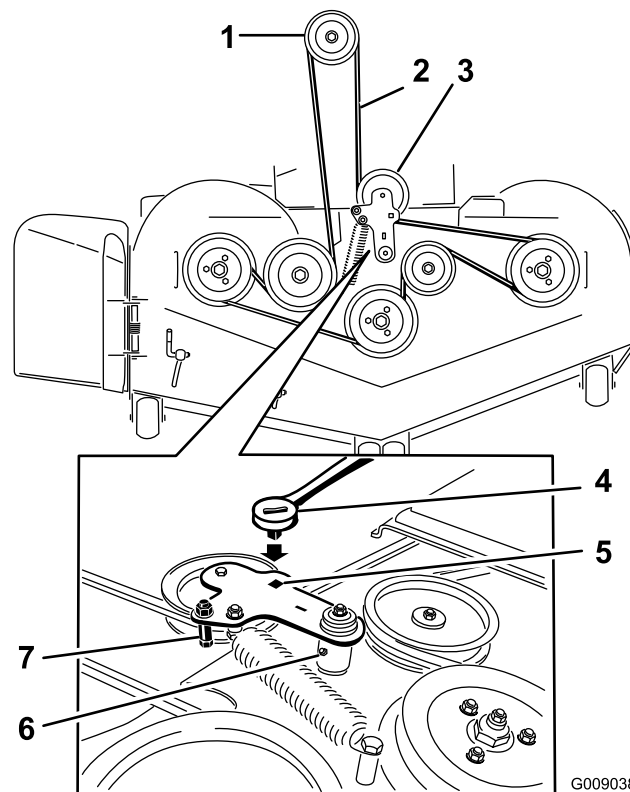

Figure 94
6. Soulevez le bac de plancher et insérez un rochet dans le trou carré de la poulie de tension du plateau (Figure 94).
7. Tournez la poulie de tension dans le sens horaire et retirez la courroie du plateau (Figure 94).